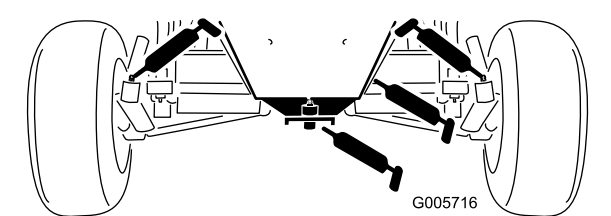

Figura 42
- Casquilhos do eixo da roda traseira (Figura 42)
- Casquilhos da placa de direcção (Figura 42)
- Casquilho do pino do eixo (Figura 42)